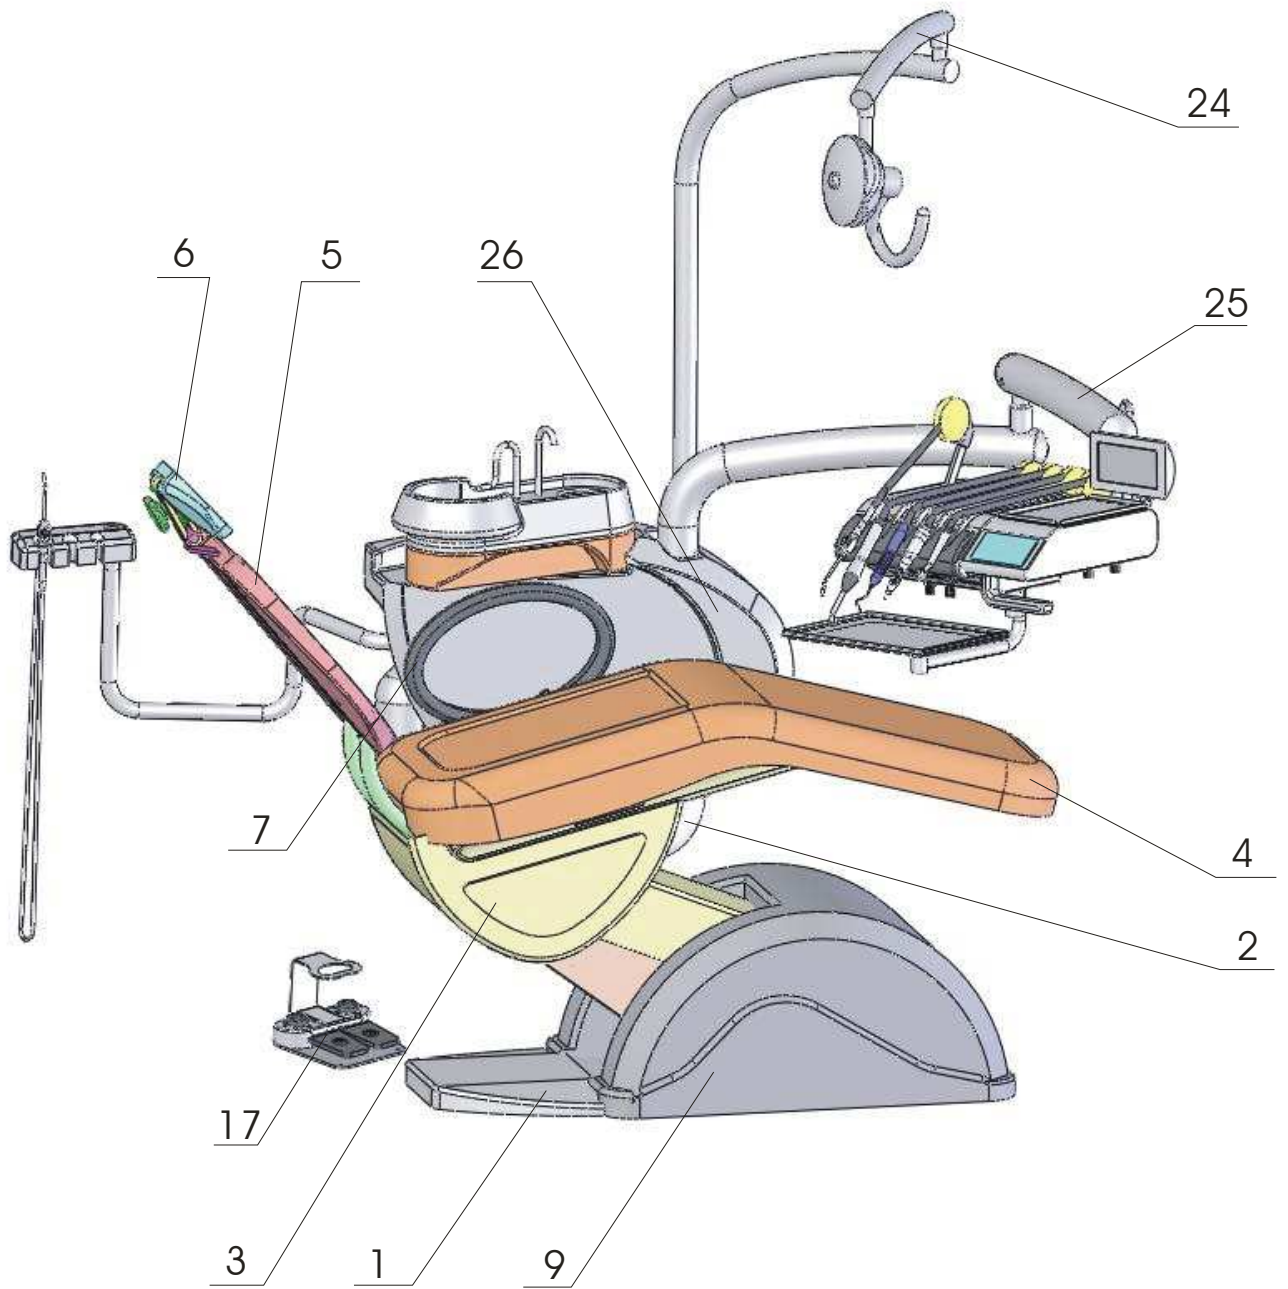

Рис. 1
Рис. 1а
СУ основана на конструкции стоматологического кресла CHIROMEGA 652 (в дальнейшем только кресло) как его дополнительное оборудование. Столик СУ установлен на балке пантографа. Лампа, как и плечо столика, навешиваются совместно с СУ. СУ представляет собой единый, жесткий функциональный блок (см. рис.1) совместно с креслом. На корпусе кресла (1) установлено подъемное устройство вместе с приводами. Сверху на этот механизм монтируется верхний корпус (3), на который крепится сиденье. Спинка сиденья (5) совместно с регулируемым по высоте подголовником (6) прикреплены и связаны при помощи кулисного механизма к верхнему корпусу. С левой стороны верхнего корпуса жестко закреплен левый подлокотник (7). Правый подлокотник - складной и закрепляется к правой стороне верхнего корпуса по специальному требованию заказчика. В правой перегородке переднего кожуха (9) установлен выключатель, через который при помощи гибкого кабеля осуществляется электропитание всей СУ. С левой стороны к верхнему корпусу (3) прикреплена несущая балка СУ. К балке при помощи болтов прикреплена распределительная панель.